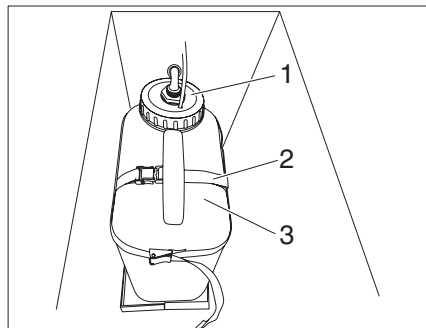

Bild 84 Wasserbehälter Außendusche
Der Wasserbehälter (Bild 84) für die Außendusche befindet sich auf der linken Seite des Fahrzeugs unter der Zugangsklappe vor dem Gaskocher.
- ▶ Befestigungsriemen (Bild 84,2) lösen.
- ▶ Deckel (Bild 84,1) abschrauben und mit Tauchpumpe abnehmen.
- ▶ Wasserbehälter (Bild 84,3) entnehmen und füllen.
- ▶ Gefüllten Wasserbehälter einsetzen, Deckel mit Tauchpumpe (Bild 84,1) einsetzen und zuschrauben.
- ▶ Wasserbehälter mit Befestigungsriemen (Bild 84,2) sichern.